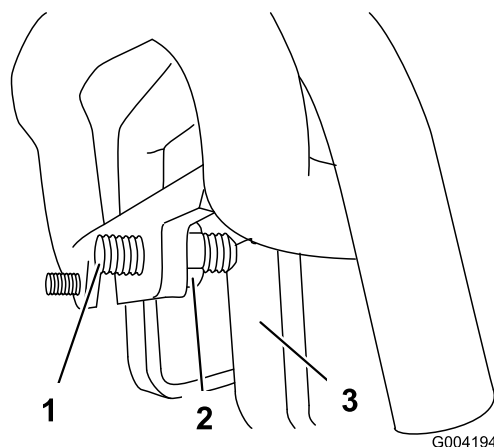

Figura 58
3. Si la máquina se desvía a la **izquierda**, afloje la contratuerca de la **derecha** y ajuste el tornillo de fijación de desplazamiento en la parte delantera del control de tracción (Figura 58).
4. Si la máquina se desvía a la **derecha**, afloje la contratuerca de la **izquierda** y ajuste el tornillo de fijación de desplazamiento en la parte delantera del control de tracción (Figura 58).